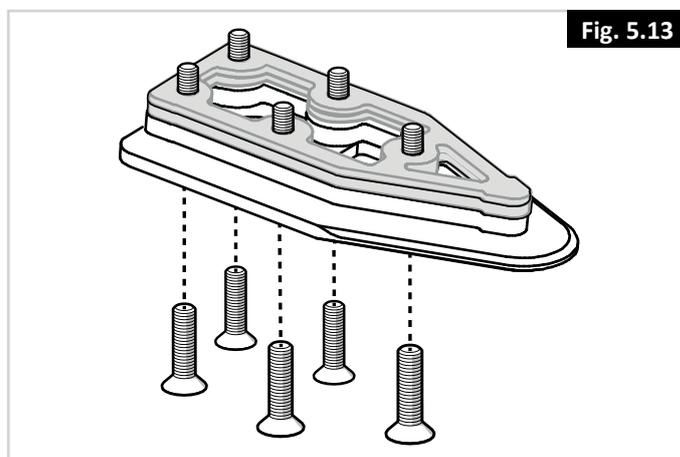

Fig. 5.13
3. Pase los cinco tornillos a través de la placa de bloqueo, el espaciador obligatorio de 8 mm y los espaciadores opcionales seleccionados (se muestran en gris en la imagen). (Fig. 5.13).